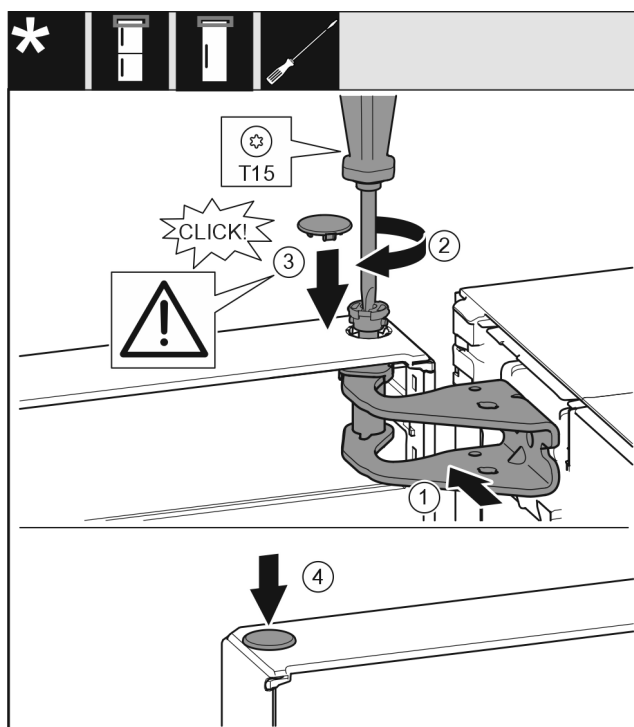

Fig. 20
- ▶ Выровняйте дверь вверх по отверстию в опорном кронштейне Fig. 20 (1).
- ▶ Вставьте палец Fig. 20 (2) и затяните отверткой.
- ▶ Установите крышку Fig. 20 (3).
- ▶ Проследите за тем, чтобы крышка Fig. 20 (3) прилегала к дверям.
- ▶ Установите крышку Fig. 20 (4).